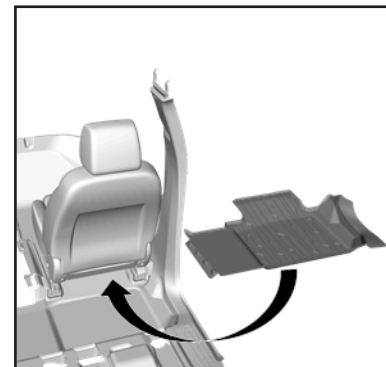

Figura 8
8. Instale el Revestimiento de piso de 2da fila derecho. Asegúrese que el Revestimiento esté plano sobre la alfombra debajo del carril del asiento. **Vea la Figura 8.**